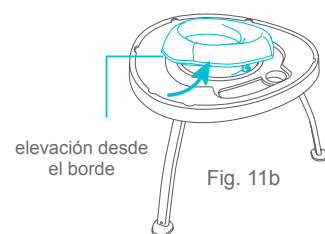

Fig. 11b
- Desde la parte superior de la mesa, utilice el borde del asiento para levantarlo de la mesa (Fig. 11b).